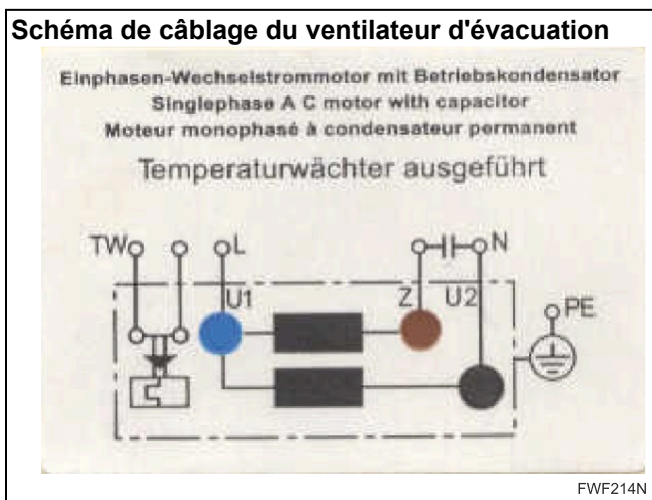

Figure 54
- Le ventilateur de tirage principal est radial, avec des pales courbées vers l'arrière et avec un moteur électrique à induction monophasé. La protection thermique est intégrée dans la giration du moteur (voir le schéma *Figure 54*).